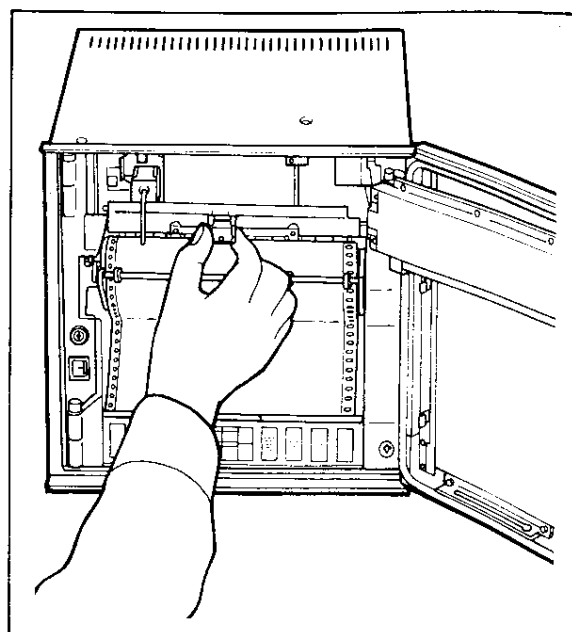

図 5.19
- (3) プロッタペンのストッパをつまみ、プロッタホルダより引きぬきます(図5.19)。
- (4) 新しいプロッタペンをプロッタホルダにはめ込み固定します(図5.19)。